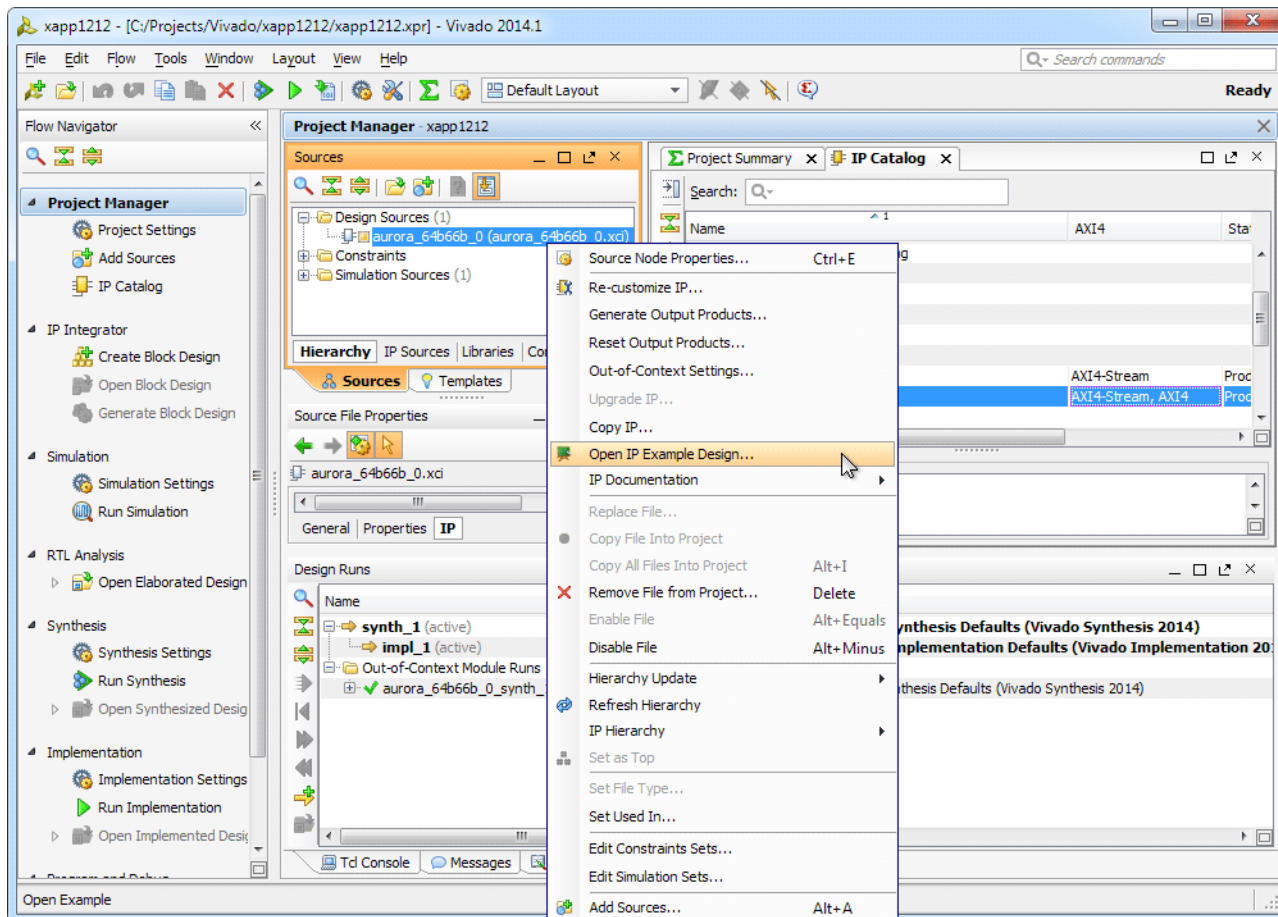

図 10 : IP サンプル デザインを開く
1. 出力ファイルの生成が完了したら、Vivado IDE の [Project Manager] でコア名を右クリックして [Open IP Example Design] をクリックします (図 10)。